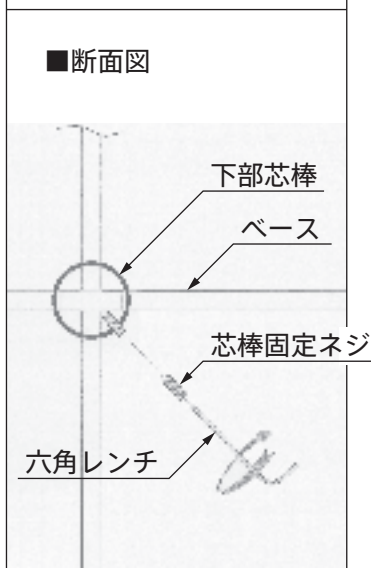

図 2
4. 上部芯棒を下部芯棒に差し込み、六角レンチを使用し、芯棒固定ネジにて固定します。(図2)
5. ソケットに電球を取付けます。(図2)